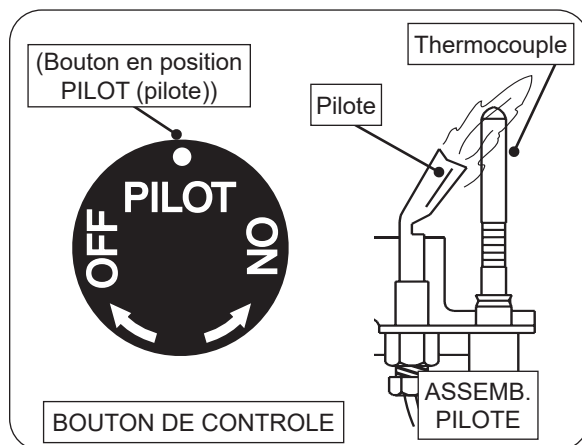

Fig. 53-1 Éclairage pilote
3. Localisez l'assemblage de la veilleuse sur le côté ou à l'arrière du bac du brûleur (voir Fig. 53-1).
4. Tournez le bouton de commande dans le sens antihoraire ↻ sur **PILOT (pilote)**. Appuyez **fermement et complètement** sur le bouton de commande et maintenez-le enfoncé. Tenez une allumette allumée à longue tige / un briquet au butane à long cou près du thermocouple pour allumer la veilleuse. Continuez à maintenir le bouton enfoncé pendant environ une (1) minute après l'allumage de la veilleuse. Relâchez le bouton et il ressortira. La veilleuse restera allumée. Voir la Fig. 53-1. S'il s'éteint, répétez les étapes 2 à 4.